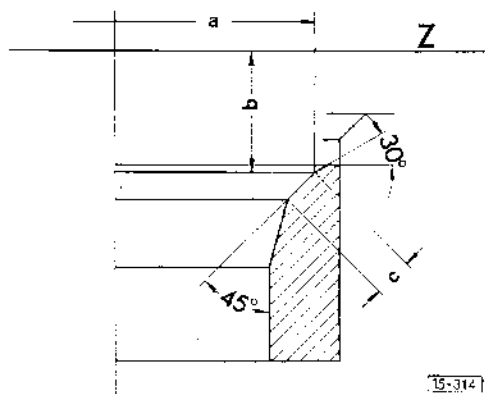
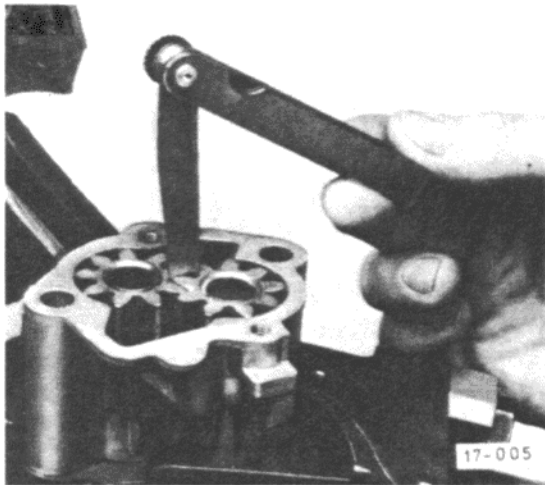

Abb. 6 Einlaßventilsitz nacharbeiten
Abb. 1 Ölpumpe, Zahnflankenspiel prüfen
- Ventilsitze nacharbeiten, siehe Abb. 6 und 7 und Ventile einschleifen siehe Abb. 1.
Kühlsystem – Dichtheit prüfen – Abb. 1